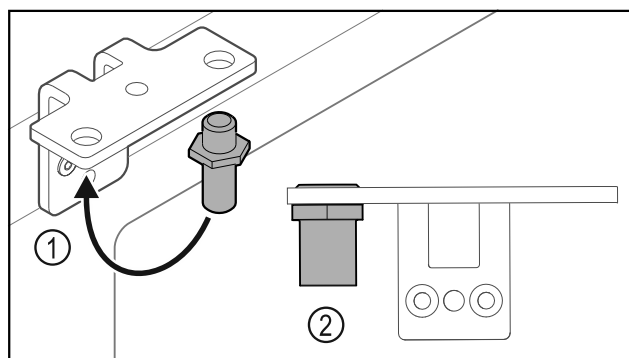

Fig. 17
► Ktheni bulonin Fig. 17 (1) në profilin e menteshës në anën tjetër.
► Shtrengoni bulonin Fig. 17 (2) me **momentin e rrotullimit prej 12 Nm.**